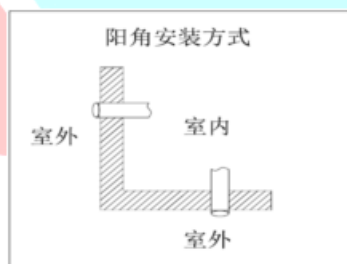

图1
5.5.1.2 排烟口与周围建筑物开口距离应符合CJJ 12-2013 的要求；排烟口与新风系统的进气口和排气口宜选择不同外墙面（阳角安装如下图1）。